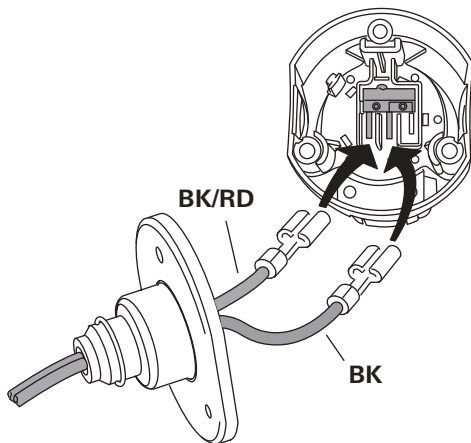

Abb. 51
- ▶ 2-adriges Kabel mit den Flachsteckhülsen am Mikroschalter aufstecken (Abb. 51).